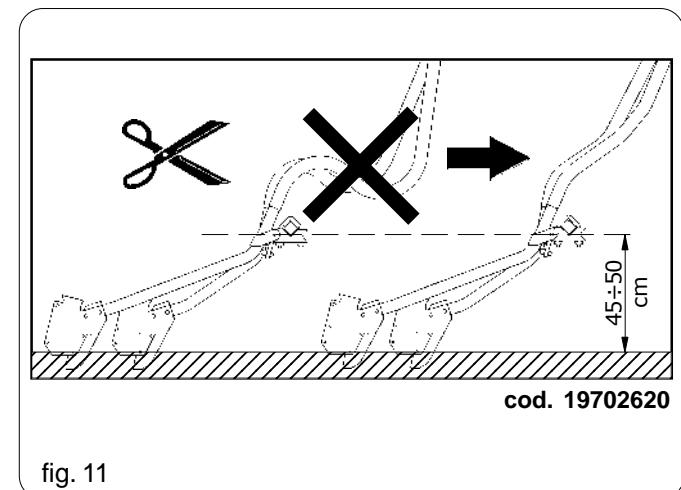

fig. 11
- 5) *Check the length of the seed descent pipes: while the seeder is operating, it is important to avoid folds and bends in the pipes which can lead to their breaking. Adapt them, if necessary, by varying the length as shown in figure 11.*
- 5) Die Länge der Saatgutausschüttungsläufe kontrollieren: Bei der Arbeit muß vermieden werden, daß sich Krümmungen und Biegungen bilden, da diese zum Brechen der Schläuche führen können. Eventuell ist die Länge der Schläuche gemäß Abbildung 11 den Arbeitsbedingungen anzupassen.
- 5) *Vérifier la longueur des tuyaux de descente des semences: au cours de l'ensemencement, éviter la formation de courbes et de pliages et, par conséquent, de ruptures. Au besoin, adapter les tuyaux en modifiant leur longueur selon fig. 11.*